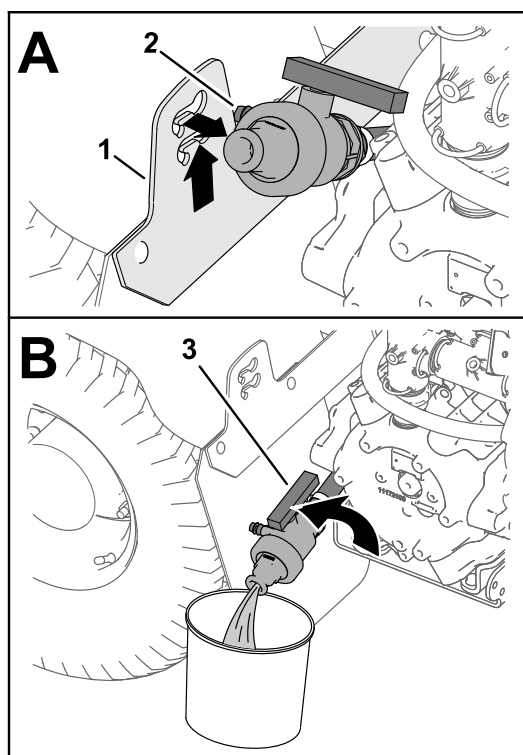

Figura 48
3. Levante la válvula hasta que los espárragos de montaje de la válvula salgan de las ranuras del soporte de la válvula de vaciado, y mueva la válvula hacia atrás (Figura 48, A).
4. Alinee el extremo de la válvula con el recipiente de vaciado y gire la palanca de la válvula a la posición de abierto (Figura 48, B).
5. Cuando el depósito se haya vaciado por completo, gire la maneta de la válvula de vaciado a la posición de cerrado y monte la válvula en el soporte de la válvula de vaciado (Figura 48, B y Figura 48, A).